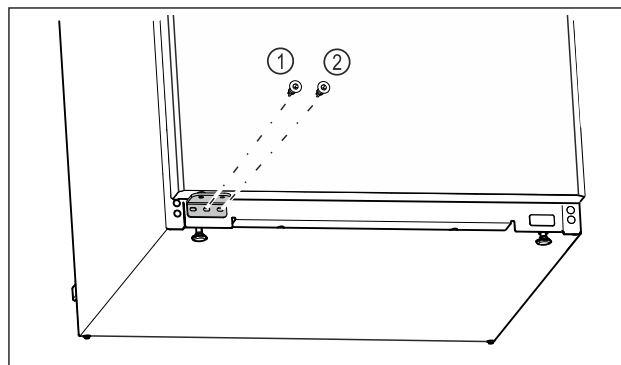

Fig. 17
- ▶ Skru fast den midtre skruen til lagerbukken Fig. 17 (1) med skrutrekkeren Torx 20.
- ▶ Skru fast den innvendige skruen til lagerbukken Fig. 17 (2) med skrutrekkeren Torx 20.